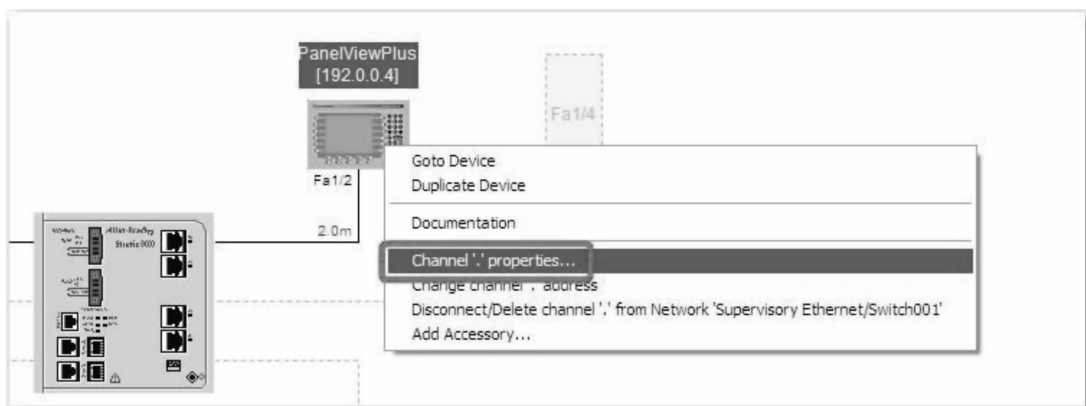

图 26-181 以太网管理网络视图
5. 转至 Supervisory Ethernet 网络视图，右键单击 PanelView Plus 终端，然后选择“通道 ‘.’ 属性”（Channel ‘.’ Properties）。将出现“通道属性”（Channel Properties）对话框，如图 26-181 所示。